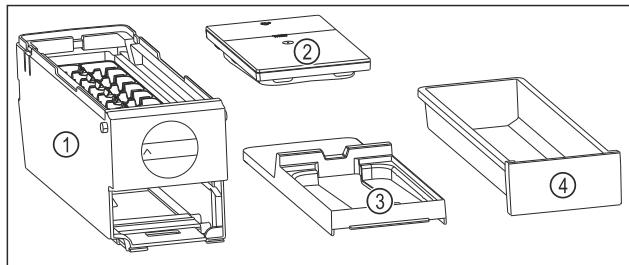

Fig. 88 Bestandteile des EasyTwist-Ice
- EasyTwist-Ice ist in vier Teile zerlegt. (siehe Fig. 88)
- EasyTwist-Ice nur in abgebildete Bestandteile zerlegen. (siehe Fig. 88)
- EasyTwist-Ice-Körper Fig. 88 (1) als Ganzes reinigen.